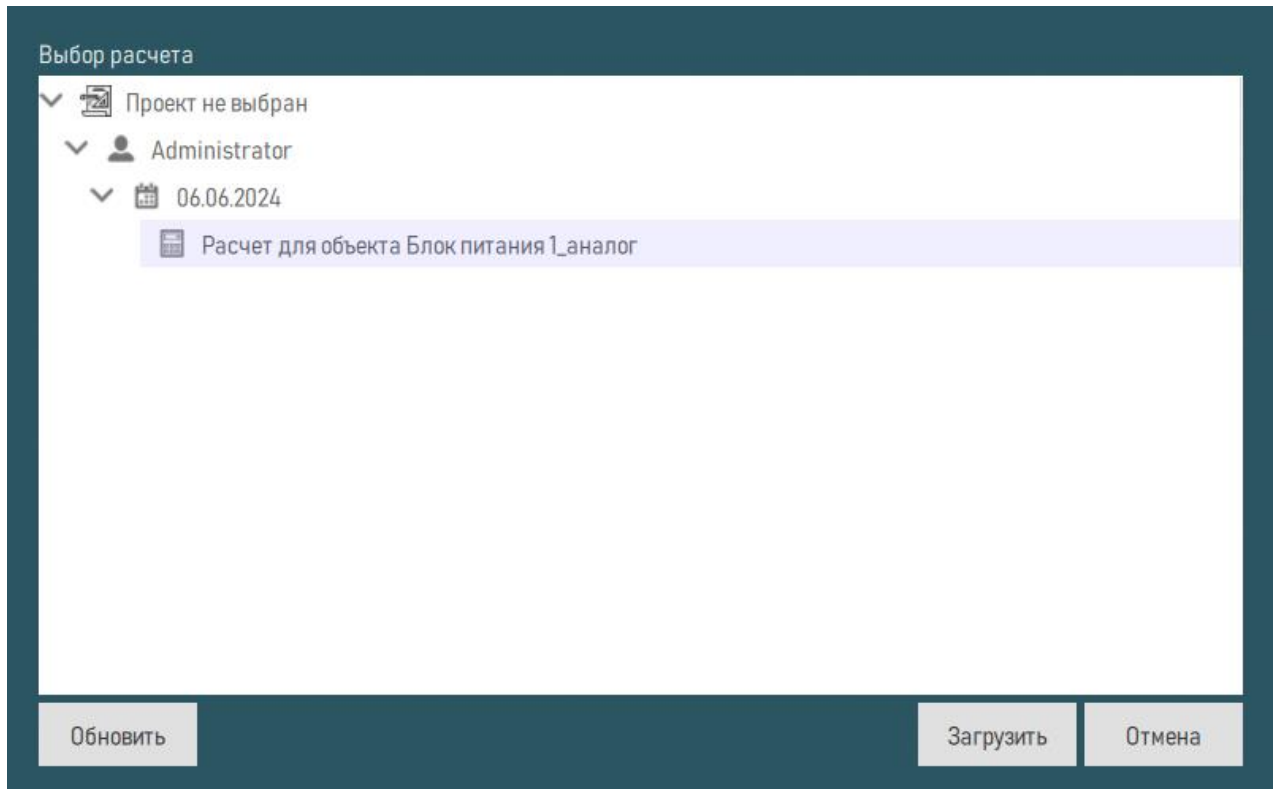

Рисунок 218 – Окно «Выбор расчета»
- 2) В окне «Выбор расчета» выбрать один из расчетов, которые необходимо загрузить (рисунок 218).